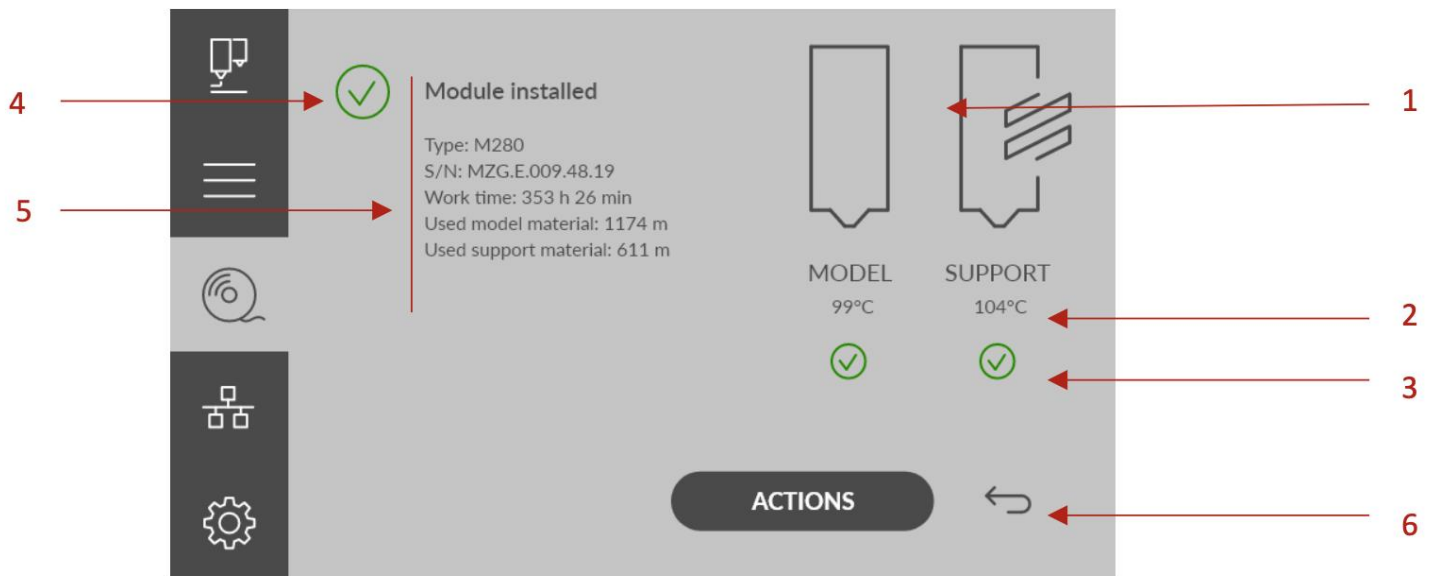

Рис. 38. Экран печатного модуля
5. Иконки основного рабочего сопла и вспомогательного рабочего сопла можно использовать для доступа к экрану печатного модуля (рис. 38).
На рис. 38 показан экран для печатного модуля.